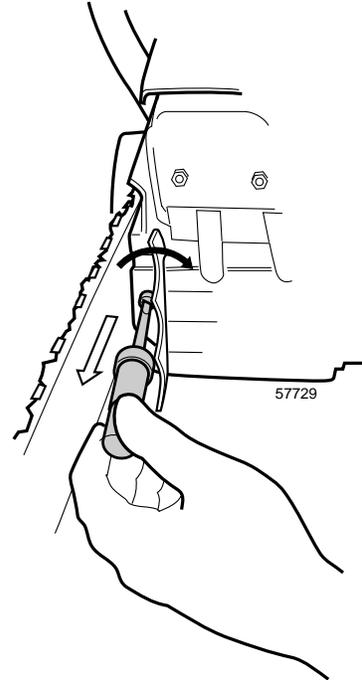

Figura 6.27 Ajuste de la tensión de la cadena
Paso 3. Ajuste la barra guía para la tensión adecuada de la cadena. Ajuste las tuercas de la barra (figura 6.27)